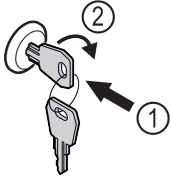

Fig. 120
- ▶ Paina avain lukkoon Fig. 120 (1).
- ▶ Kierrä avainta 90° myötäpäivään Fig. 120 (2).